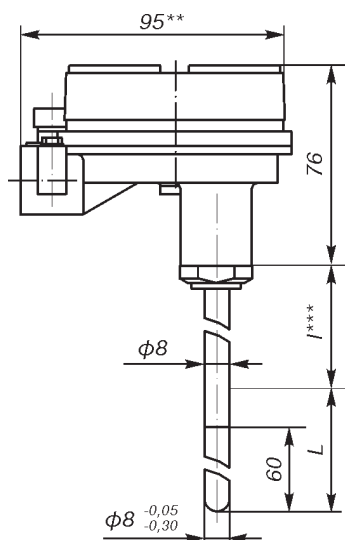

Рис. 7.
*** $l = 120, 160, 200$ мм (см. ссылку *) - для ТХАУ Метран-271-Exd по рис. 7, 8, 10;
$l = 80$ мм - для ТСМУ Метран-274-Exd по рис. 7, 8 и для ТСПУ Метран-276-Exd по рис. 7, 8.